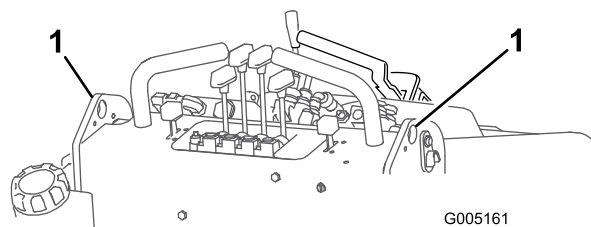

Figura 11
2. Levante la unidad de tracción del suelo usando los dos puntos de elevación (Figura 11) y llévela a un remolque.